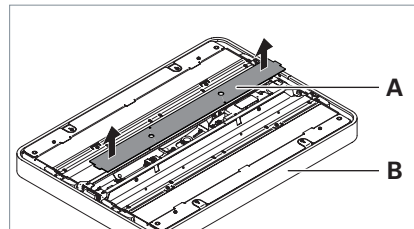

Fig. 16: Abdeckung entfernen.
- ▶ Drehen Sie die zwei Schrauben in der Abdeckung **A** heraus und nehmen Sie die Abdeckung vom Leuchtenkopf **B** ab, siehe Fig. 16.